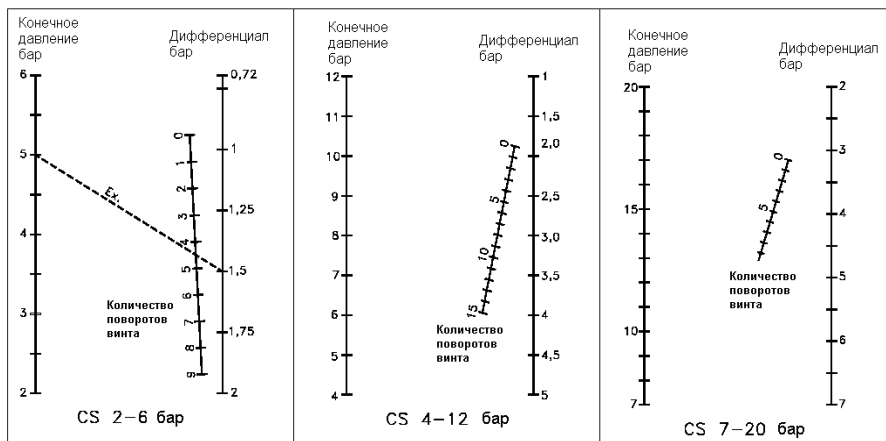

Рис. 4. Номограмма настройки дифференциала
2. поверните винт установки дифференциала в сторону увеличения (по часовой стрелке) необходимое количество раз (определяется по номограмме Рис.4.);
2. по номограмме (Рис.4.) определяем необходимое количество поворотов установочного винта дифференциала – оно будет равно 4,5. Чтобы определить это значение необходимо провести на номограмме прямую линию от значения конечного давления 5 бар к значению дифференциала 1,5 бара